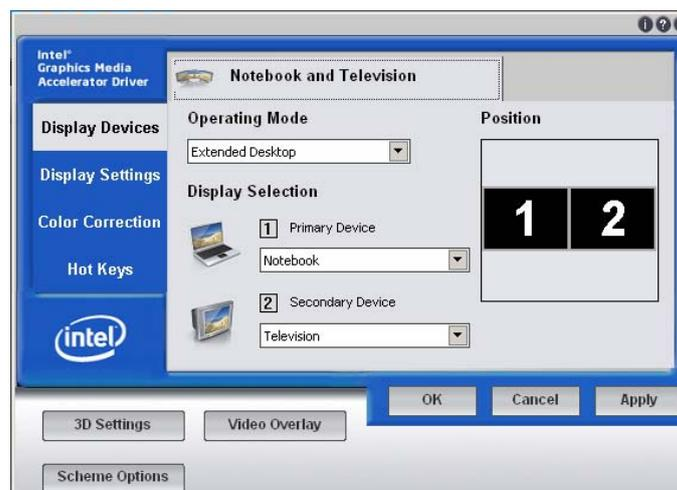

Fig.3-5
3) Choisissez "Notebook" pour "périphérique primaire", et choisissez "Device secondaire" pour «Télévision», puis appuyez sur «Appliquer». Voir l'image en Fig.3-5